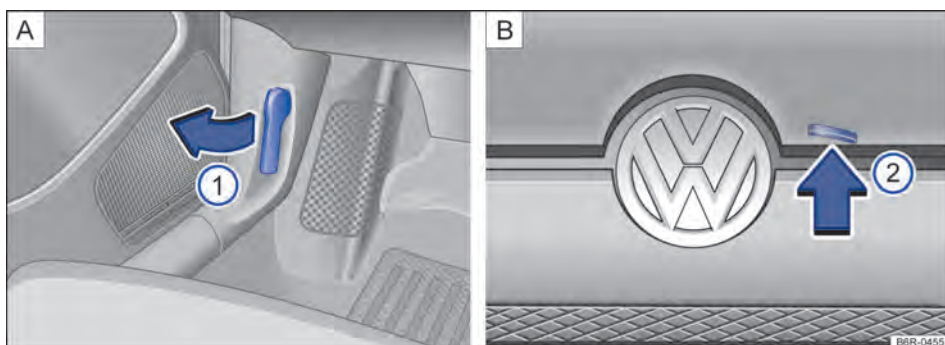

Fig. 122 A: alavanca de destravamento na área para os pés do lado do condutor. B: alavanca de destravamento na parte interna da tampa do compartimento do motor.
- Antes de abrir a tampa do compartimento do motor, assegurar que os braços dos limpadores do para-brisa estejam encostados no para-brisa → ①.
- Puxar a alavanca de destravamento ① no sentido da seta → Fig. 122 A. A tampa do compartimento do motor salta para fora da trava do fecho pela pressão da mola → ▲.
- Levantar um pouco a tampa do compartimento do motor e, ao mesmo tempo, pressionar a alavanca de destravamento ② B, que está localizada na parte interna da tampa, no sentido da seta para abrir completamente a tampa do compartimento do motor.
- Puxar a haste de sustentação da tampa pela extremidade no sentido da seta ③ C e posicioná-la sobre o furo indicado para engaste ④ D.